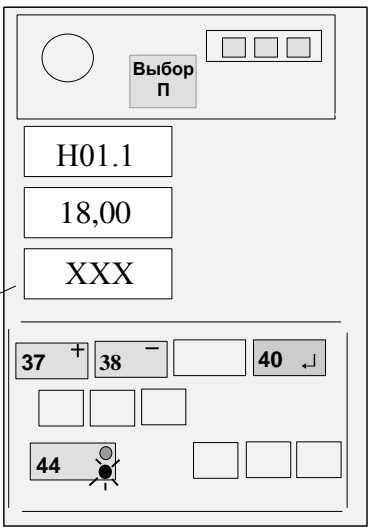

Рисунок 12
4.4.6.1 Нажимая кнопку 44, набрать на верхнем ИЖЦ код "H01.1" (см. рисунок 12).